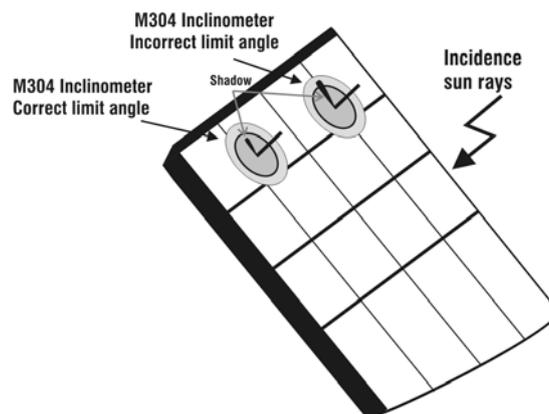

Fig. 8: Colocação do inclinómetro M304
17. Montar a haste no disco do acessório M304 (inclinómetro) fornecido e mantê-la apoiado na superfície do painel. **Verificar se a sombra da haste projetada no disco cai dentro do “círculo concêntrico limite” interior ao referido disco (ver Fig. 8). Caso contrário, o ângulo entre os raios solares e a superfície do painel é muito elevado e, portanto, as medições efetuadas pelo instrumento NÃO se podem considerar fiáveis. Repetir as operações noutros momentos do dia.**